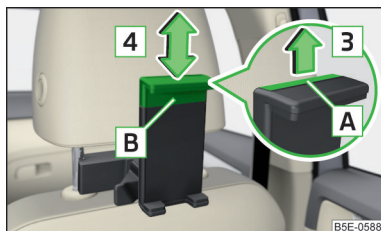

Fig. 101
► Para **ajustar el tamaño del soporte** tirar el cinturón de seguridad **A** en el sentido de la flecha **3** y desplazar la parte **B** en el sentido de la flecha **4** en la posición deseada » fig. 101.